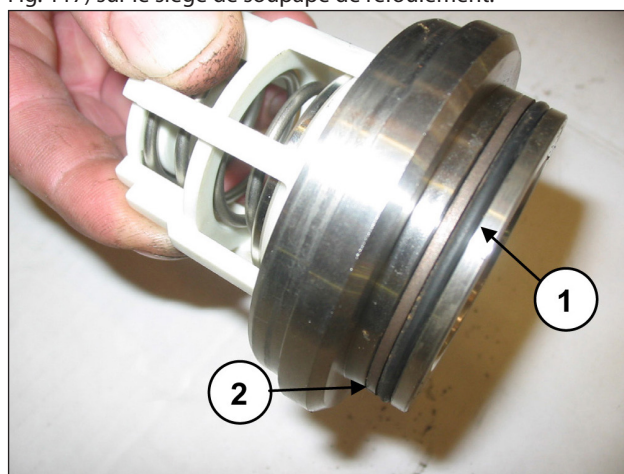

Fig. 117
Monter le joint torique, rep. vue éclatée n° 5 (rep. ①, Fig. 117) et la bague anti-extrusion, rep. vue éclatée n° 15 (rep. ②, Fig. 117) sur le siège de soupape de refoulement.